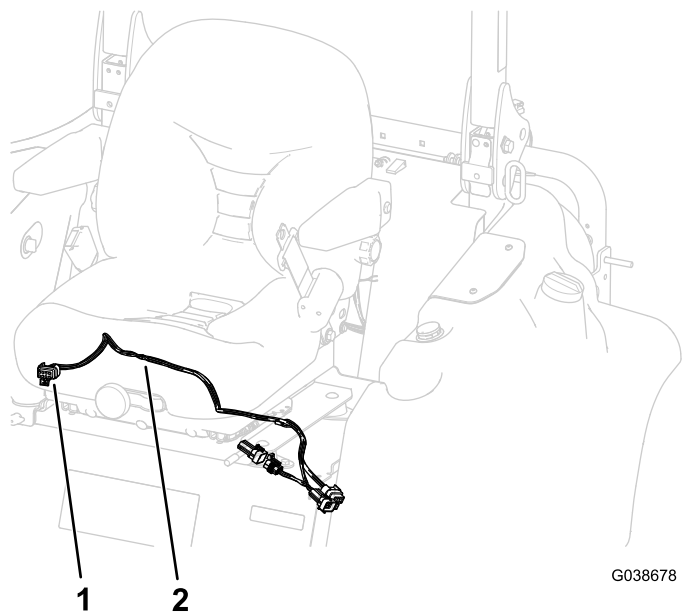

Figura 2
2. Enrute el arnés de cables del joystick junto al arnés de cables del asiento existente, por debajo de la chapa del asiento y a través del orificio situado debajo del asiento (Figura 2).
4. Enrute el arnés de cables entre el soporte de montaje del asiento y la chapa del asiento, y por detrás del aislador de goma derecho trasero de la chapa del asiento (Figura 2).